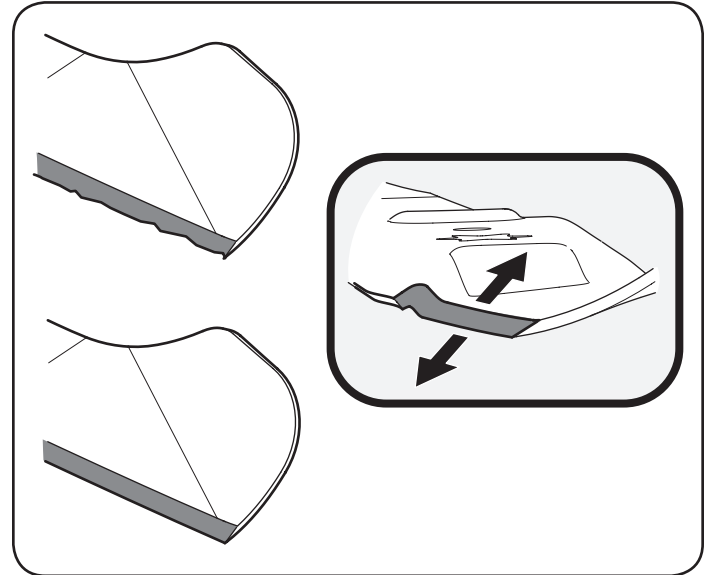

Figura 24
4. Para afilar las cuchillas de corte de forma adecuada, extraiga cantidades iguales de metal de ambos extremos de las cuchillas a lo largo de los bordes cortantes, paralelo al eje de caída y a un ángulo de 25° a 30°. Afíle siempre cada borde de las cuchillas de corte de forma pareja para mantener un equilibrio adecuado entre las mismas. Vea la Figura 24.